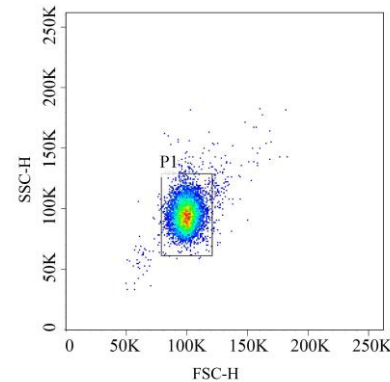

图 1
- 2) 建立 FSC-H/SSC-H 散点图, 调节 FSC 和 SSC 的增益, 将细胞因子粒子团用矩形 P1 门圈出, 如图 1 所示;